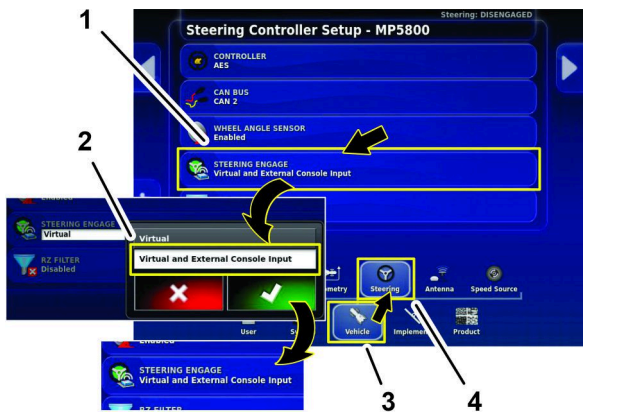

Figure 160
- Appuyez sur l'icône VÉHICULE, puis sur l'icône DIRECTION (Figure 160).
- Cliquez sur l'icône ENGAGEMENT DE LA DIRECTION (Figure 160).
- Dans la boîte de dialogue, appuyez sur l'icône ENTRÉE CONSOLE VIRTUELLE ET EXTERNE, puis appuyez sur l'icône de confirmation (Figure 160).